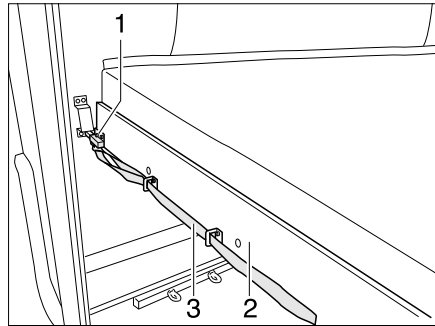

Bild 95 Etagenbett (Heck)
- An der Schlaufe (Bild 95,3) ziehen und den Riegel (Bild 95,1) lösen.
- Den Lattenrost (Bild 95,2) mit der Matratze nach vorn ziehen, bis er einrastet.